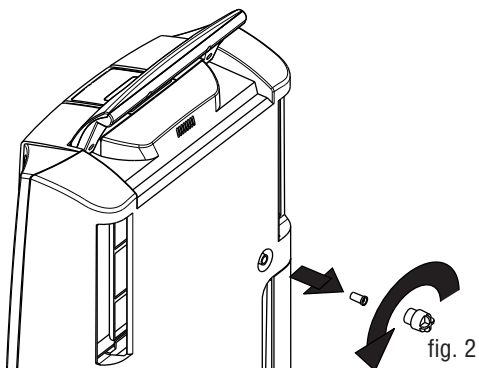

fig. 2
- 1) Desenrosque o tampão da descarga contínua, rodando-o para a esquerda, e retire o tampão de borracha do bico (fig. 2).